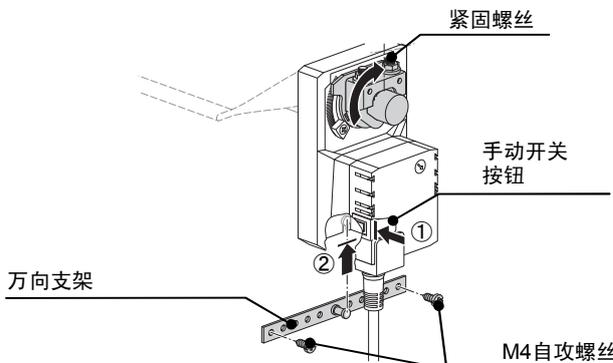

图 6 万向支架
(3) 一边按动手动开关按钮，一边手动操作风阀执行器 [在紧固螺丝到达垂直位置(参照图6)之前]。然后，将万向支架插入到风阀执行器内，用M4自攻螺丝将其固定在风阀上。